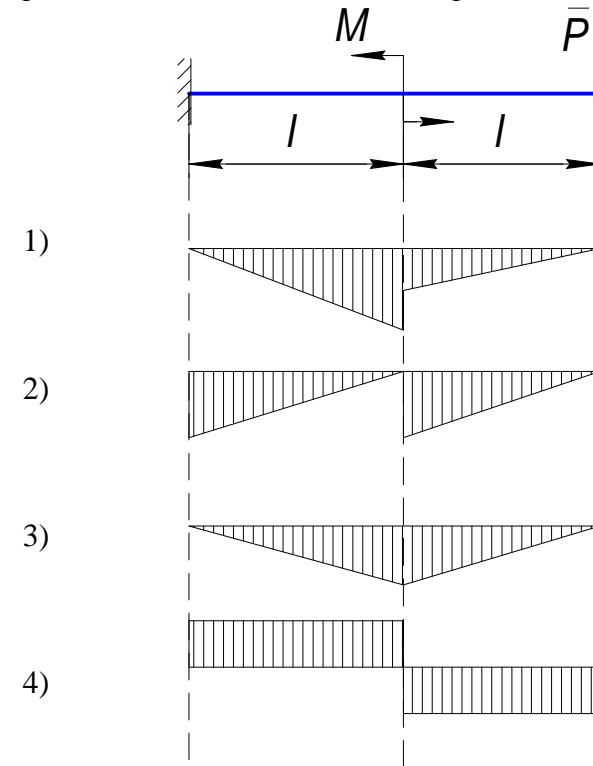

Рис.2.36
2.67. Эпюра изгибающих моментов для балки на рис.2.36 показана на схеме... [простой выбор]